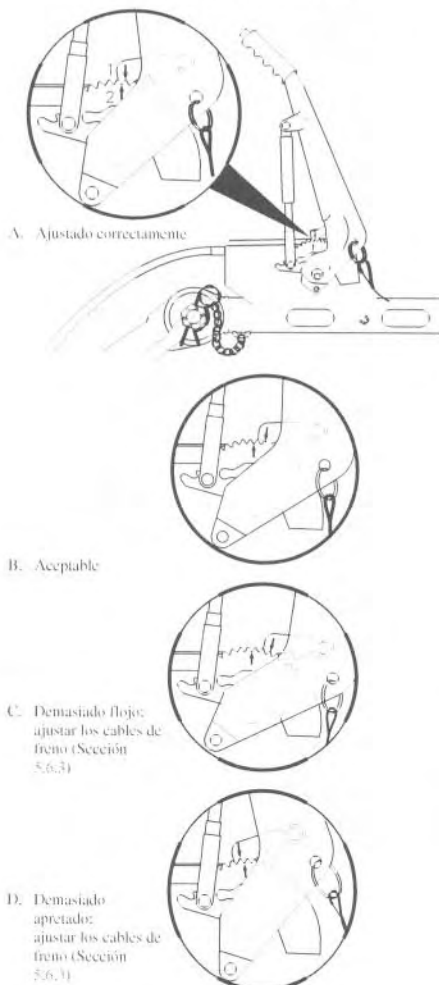

Fig. 5.6 Posición correcta y errónea de las marcas
5. Compruebe la posición de la flecha que indica "1" en el cierre de fríador en combinación con la flecha que indica "2" en el sector dentado, de acuerdo con la Fig. 5.6 A, B, C, D.